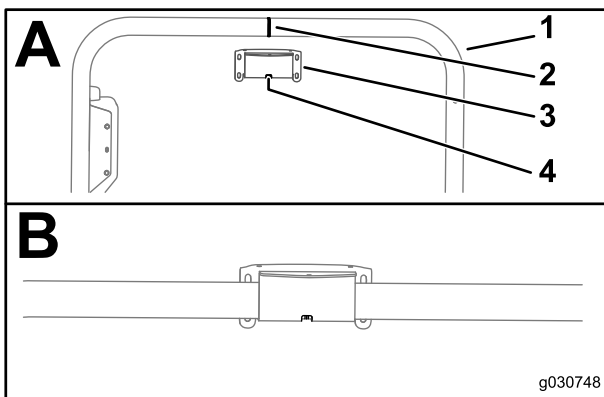

Figura 142
1. Allineate l'intaglio che si trova al centro del supporto del ricevitore con la saldatura nella linea centrale del tubo del ROPS (Figura 142).